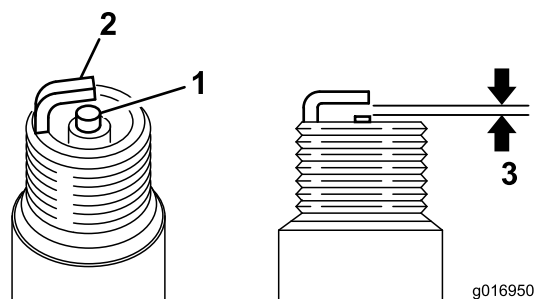

Figura 35
3. Ajuste el espacio entre electrodos a 0,6-0,7 mm (0,024-0,028 pulgada) (Figura 35). Tras ajustar correctamente los electrodos, instale la bujía y apriétela a 23 N-m (17 pies-libra).